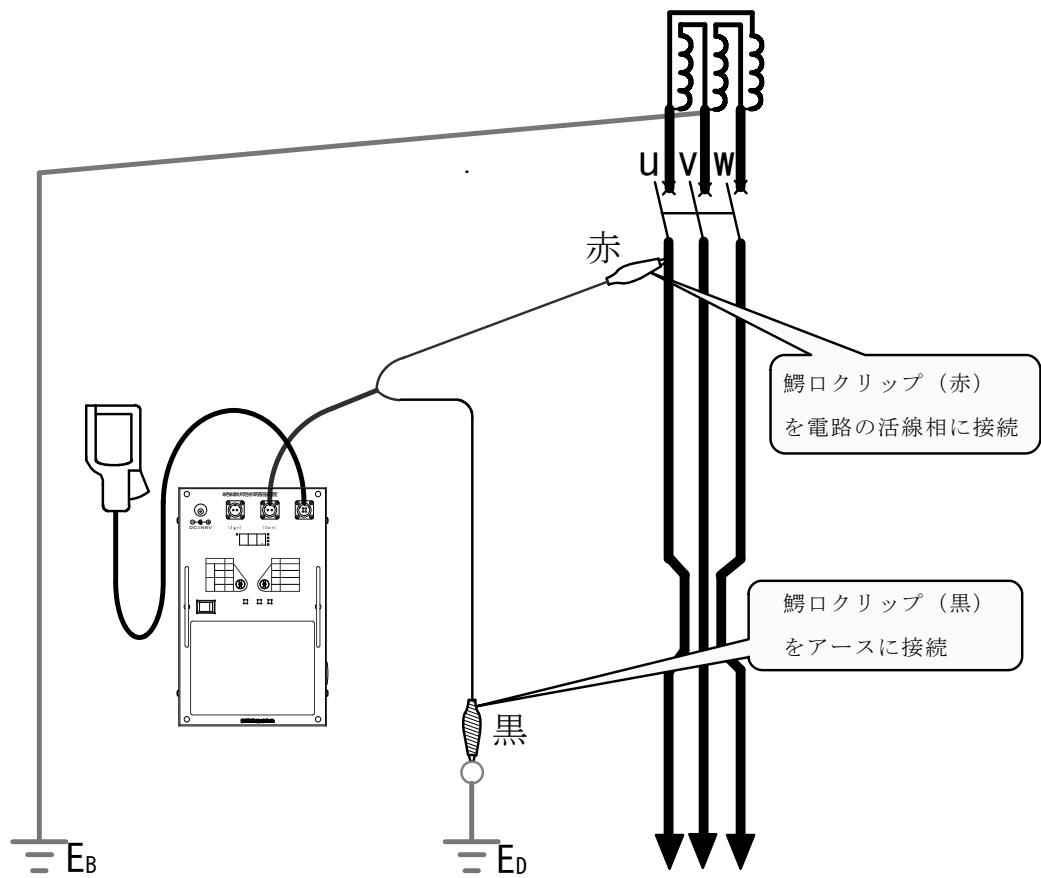

図 3-1 電圧コードの配線接続方法(Ior 測定の場合)
- ① 電圧要素を入力するため、図 3-1 のように電圧コードの黒色の鱈口クリップを D 種接地 (近くに適当な D 種接地が無いときは、B 種接地や、電路の接地相 (N 相) で代替可能) に接続します。
- ② 電圧要素を入力するため、図 3-1 のように電圧コードの赤色の鱈口クリップを電路の活線相に接続します。